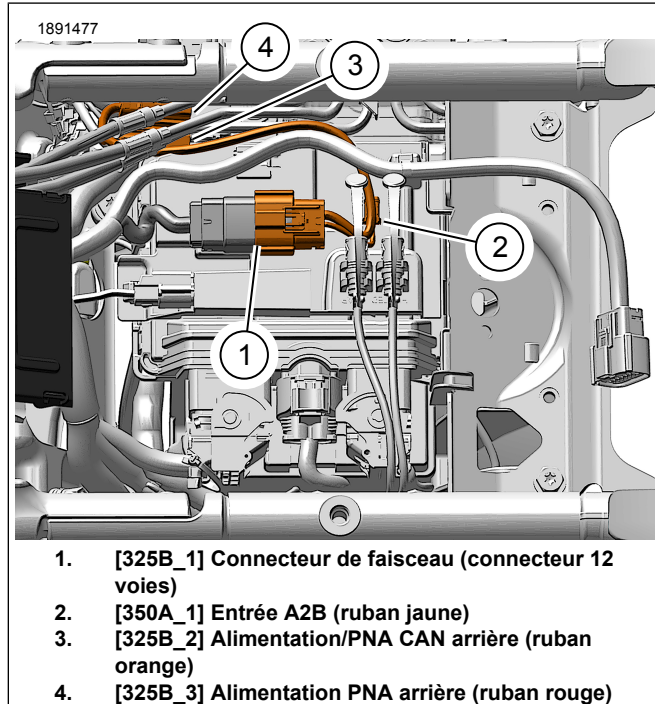

Figure 13. Faisceau d'amplificateur accessoire
- a. Voir la figure 13. Retirer le bouchon d'étanchéité du connecteur du faisceau 12 voies [325A\_1] (1) sur le dessus du support de batterie.